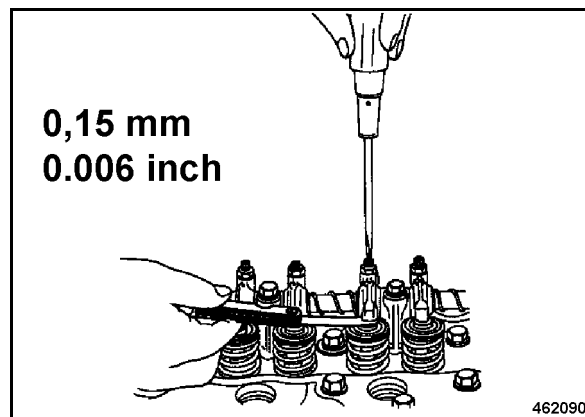

Рис. 121
- Проверить с помощью щупа для измерения зазоров зазор между пальцем коромысла и клапаном (Рис. 121).